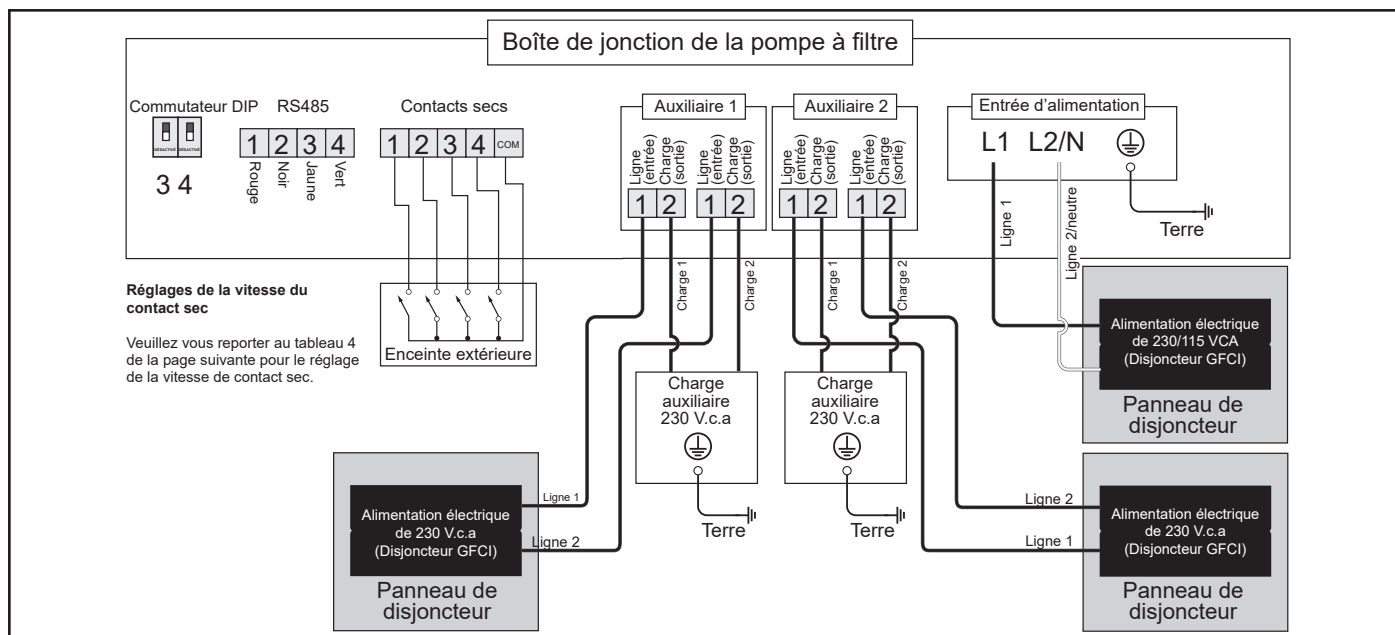

Figure 10. Schéma de câblage du relais auxiliaire de 230 V\*
**REMARQUE :** L'alimentation électrique seule ne suffit pas pour faire fonctionner la pompe. Elle nécessite une commande numérique qui lui est envoyée par un contrôleur de vitesse variable (JEP-R, iQPUMP01), un système d'automatisation ou l'utilisation des contacts secs (reportez-vous aux figures 10 et 11).
Se reporter aux figures 10 et 11 pour des détails sur l'emplacement du compartiment.
Si aucune entrée n'est sautée au commun, les tours par minutes équivalent à zéro. Lorsqu'un contrôleur Zodiac est connecté via RS-485, toutes les commandes de contact sec seront ignorées. Reportez-vous aux figures 10 et 11 pour le câblage à contact sec. Reportez-vous au tableau 4 pour les réglages de vitesse de contact sec.